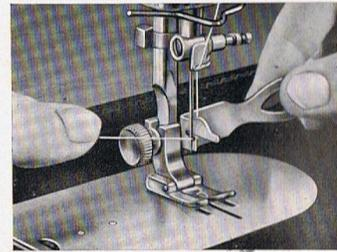

Abb. 10 Die Anwendung des SINGER-Einfädelers
**SINGER-Einfädler** (Abb. 10). Zum Einfädeln der Nadel dient der Einfädler. Die Presserstange ist herunterzulassen und die Nadelstange
Punkt zu bringen. Den Einfädler halte man mit der rechten Hand von hinten kommend an die Nadel, und zwar so, daß die umgebogene Spitze die rechte Nadelseite berührt, und lasse das Häkchen in der kurzen Rille hinten an der Nadel hinuntergleiten, bis es in das Ohr hineinschlüpft. Nachdem das Häkchen so weit wie möglich durch das Nadelöhr hindurchgeführt ist, lege man den Faden in das Häkchen und halte ihn wie in Abb. 10 gezeigt. Während man nun den Einfädler waagrecht hält und leicht nach oben drückt, ziehe man das Häkchen mit dem Faden nach hinten aus dem Nadelöhr heraus, bis das Fadenende das Häkchen passiert hat. Die Nadel ist sodann eingefädelt.